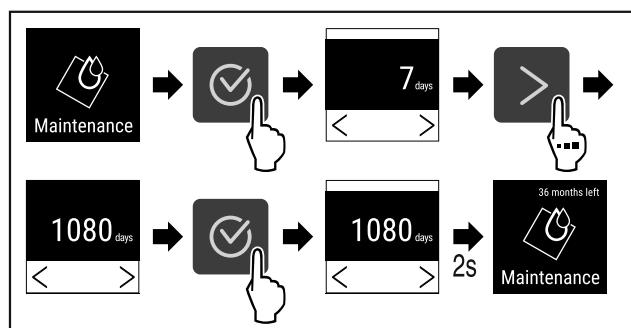

Fig. 78
- Провести етапи операцій (див. Fig. 78) .